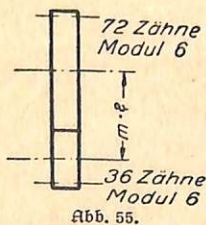

Abb. 55.
11. Bestimme den Mittenabstand der beiden Achsen für das Zahnradgetriebe Abb. 55